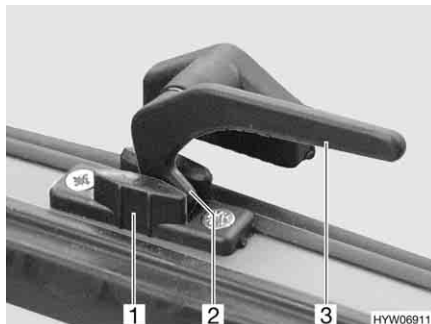

Fig. 20 Leva di serraggio in posizione "Aerazione continua"
- In posizione di "Aerazione continua" (Fig. 20)
- Ruotare la leva di serraggio (Fig. 20,3) di un quarto di giro verso il centro della finestra.
- Girare nuovamente all'indietro la leva di serraggio. Riportare contemporaneamente il nasello di chiusura (Fig. 20,2) nella rientranza della chiusura della finestra (Fig. 20,1).